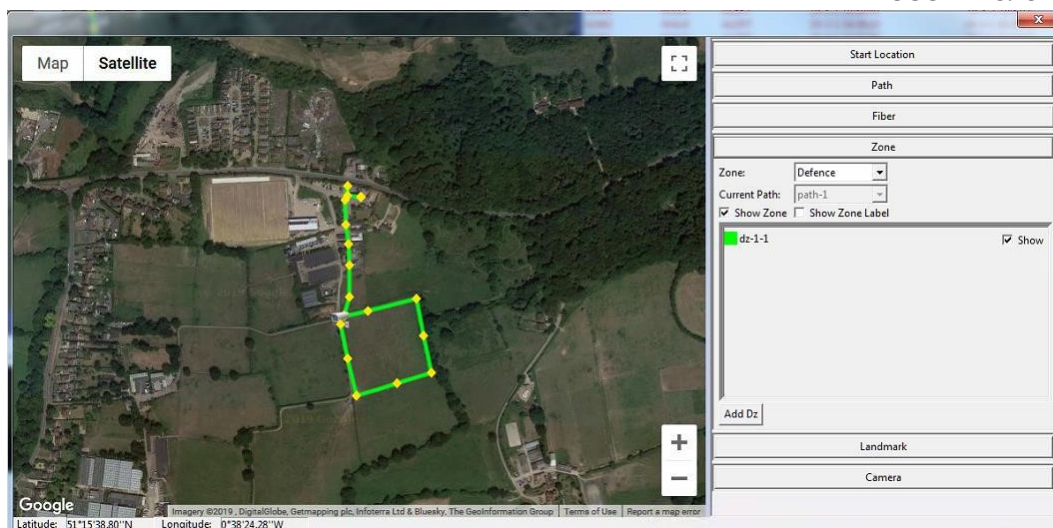
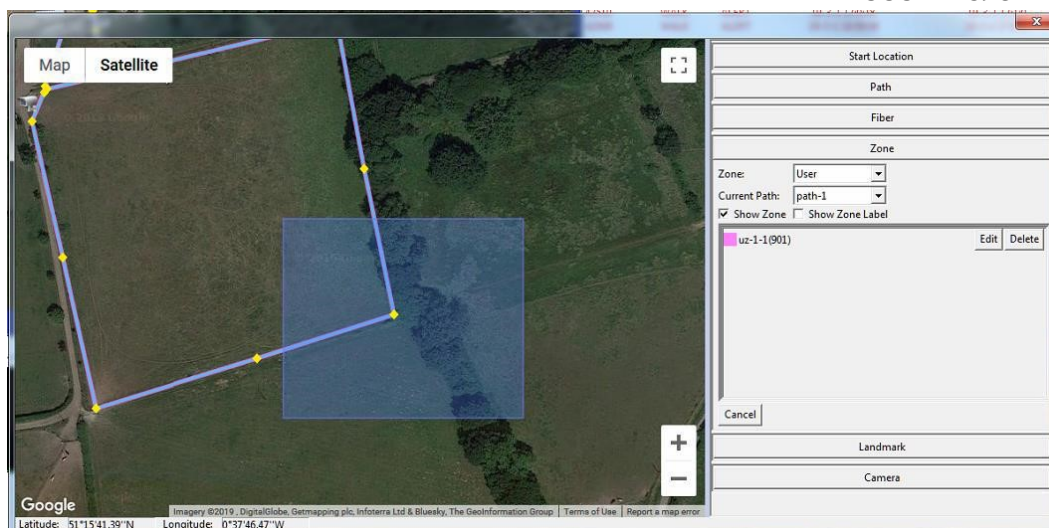
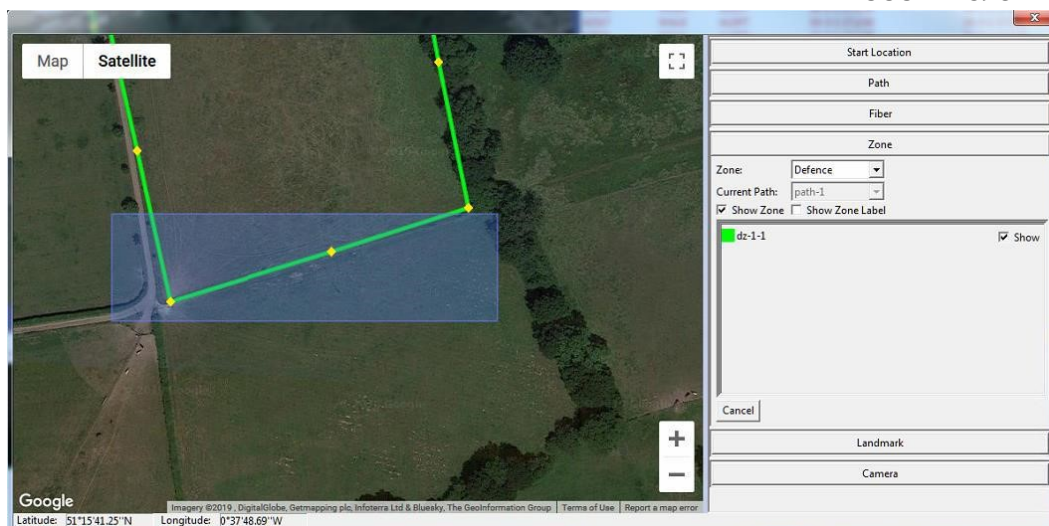

Рисунок 60. Настройки зоны
Рисунок 62. Добавление пользовательской области
Рисунок 66. Добавление охраняемой зоны
Информация о канале отображается на вкладке «Zone» (Зона) (рис. 60).
1. Нажмите на кнопку «Add Uz» (Добавить пользовательскую область) (см. рис. 60), а затем укажите на карте границы новой пользовательской области, как показано на рис. 62.
1) Нажмите на кнопку «Add Dz» (Добавить охраняемую зону) (см. рис. 60), а затем укажите на карте границы новой охраняемой зоны, как показано на рис. 66.